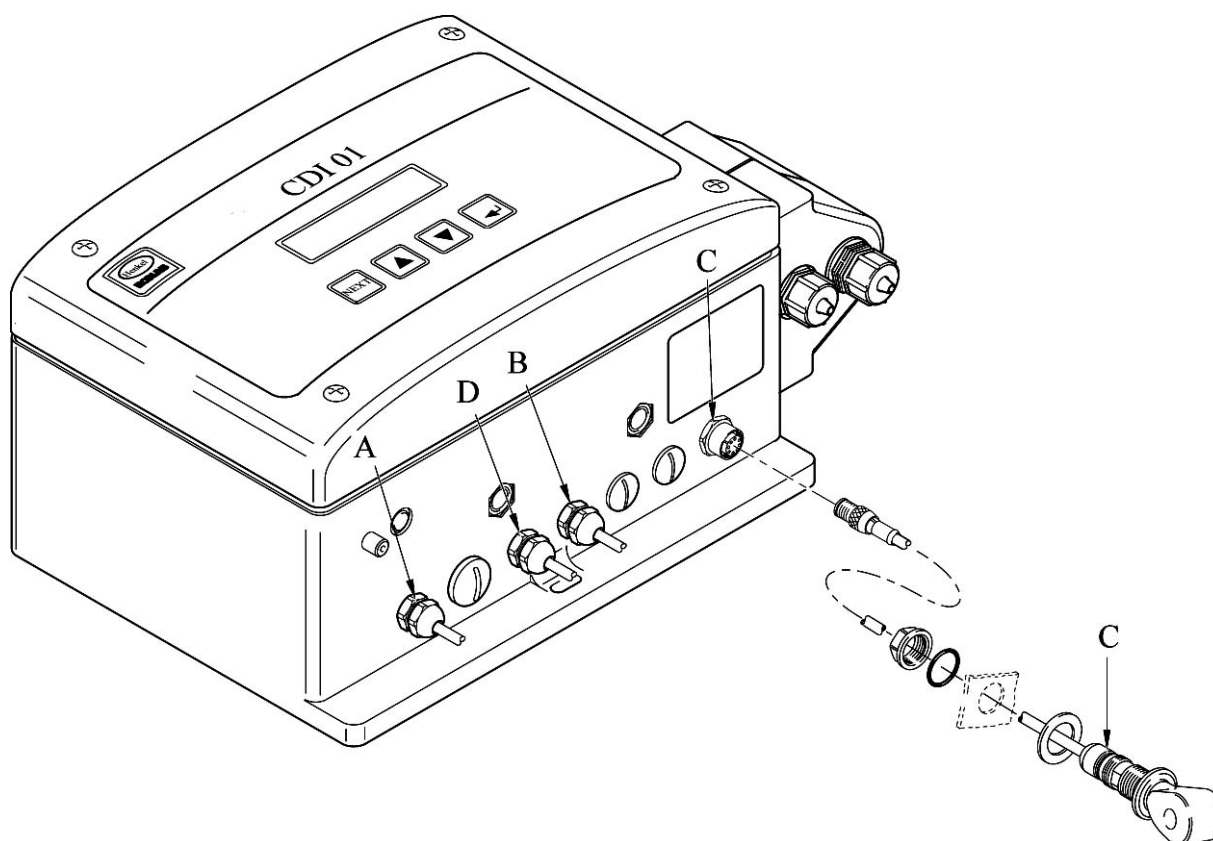
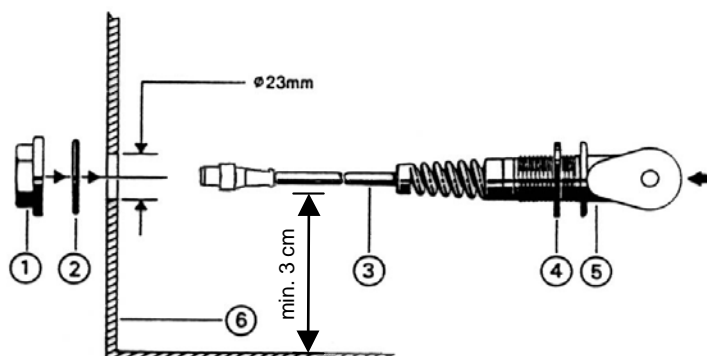

Abb. 4 Fig. 4 Fig. 4
Abb. 5 Fig. 5 Fig. 5
1. In die Tankwand (6, Abb. 5) ein Loch (\varnothing 10 mm) bohren und mit Hilfe eines Rekordlochers auf \varnothing 23 mm ausstanzen.
2. Die Überwurfmutter (1) lösen und gemeinsam mit dem O-Ring (2) von der Anschlussleitung (3) abziehen.
3. Die Messzelle (1) gemäß Abbildung 5 in die Tankwand einbauen.
1. Drill a 23 mm hole into the tank wall (item 6, figure 5).
2. Release the union nut (1) and withdraw it together with the O-ring (2) from the connection cable (3).
3. Install the measuring cell (1) into the tank wall as shown in figure 5.
1. Borra ett 23 mm hål i tankväggen (punkt 6 Fig. 5 nedan)
2. Lossa muttern (1) och dra åt den igen tillsammans med O-ringen (2) från installationskabeln (3).
3. Installera mätcellen (1) i tankväggen som visas i fig. 5.
Die Anschlussleitung (3, Abb. 5) mit Rundstecker an Eingang C anschließen.
Connect the cell cable (item 3, figure 5) with the round plug into the socket (item C, figure 4) on the P3-CDI 01 enclosure.
Anslut mätcellkabeln (punkt 3, fig. 5) med en rund plugg i uttaget punkt C fig. 4 på P3 CDI 01 apparatus.